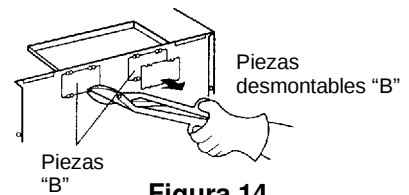

Figura 14
3. Use alicates de corte lateral o de hojalatero para cortar y quitar las piezas desmontables "B" de la placa posterior. Deseche las piezas desmontables. Tenga cuidado de no distorsionar la placa. Vea la figura 14.